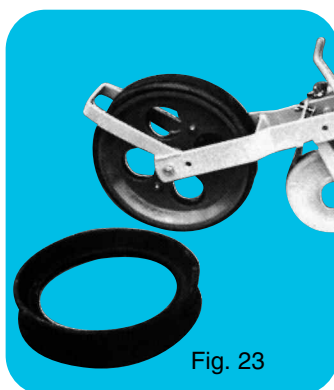

Fig. 23
- Fig. 23 : Bandage souple autonettoyant pour roue concave fonte.
- Fig. 23 : Supply self-cleaning tyre for concave steel wheel.
- Fig. 23 : Selbstreinigender Farmflexreifen anstatt Konkavandruckrollen aus Eisen.